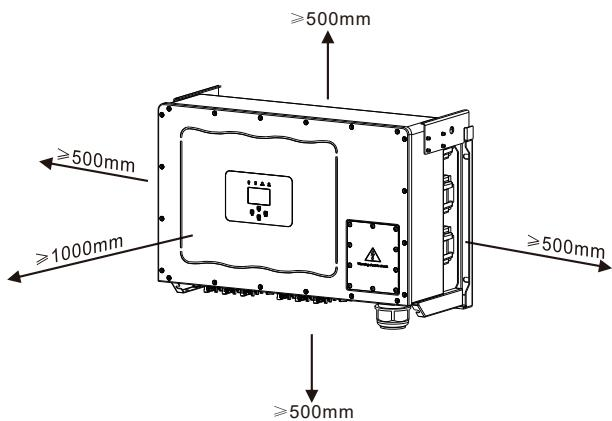

Abb. 4.3 Einbaultücke
- Bei der Installation von mehr als einem Wechselrichter muss zwischen den einzelnen Wechselrichtern ein Abstand von mindestens 500 mm eingehalten werden. Und zwei benachbarte Wechselrichter sind ebenfalls mindestens 500 mm voneinander entfernt. Installieren Sie den Wechselrichter an einem Ort, den Kinder nicht berühren können. Siehe Abbildung 4.3.